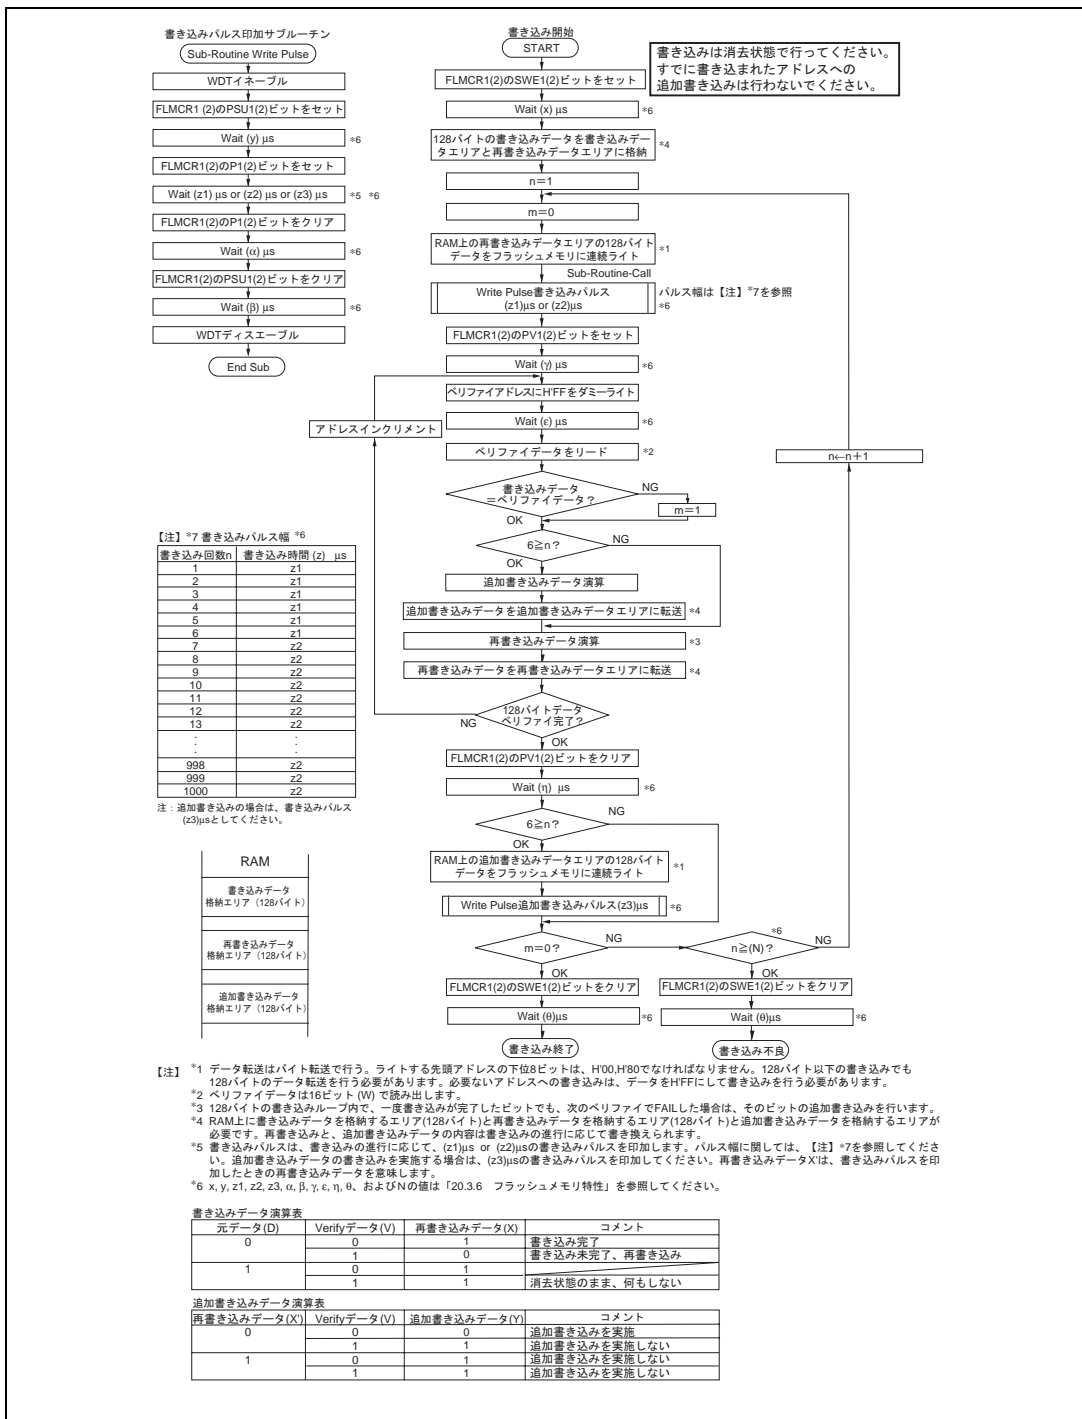

図 17.45 プログラム/プログラムペリファイフロー
フラッシュメモリへのデータ / プログラムの書き込みを行う場合は、図 17.45 に示すプログラム / プログラムベリファイフローチャートに従って行ってください。このフローチャートに沿って書き込み動作を行えば、デバイスへの電圧ストレスやプログラムデータの信頼性を損なうことなく、フラッシュメモリへデータ / プログラムの書き込みを行うことができます。また、1 回の書き込みは、128 バイト単位で行ってください。
一定の書き込み時間経過後、書き込みモードを解除 (FLMCRn の Pn ビットを 0 にクリア後、(α) μs 以上の時間が経過してから PSUn ビットを 0 にクリア) します。ウォッチドッグタイマを (β) μs 以上の時間が経過してから解除し、FLMCRn の PVn ビットをセットすることで、動作モードはプログラムベリファイモードへ遷移します。プログラムベリファイモードでは、読み出す前に、読み出すアドレスにデータ H'FF をダミーライトしてください。ダミーライトは (γ) μs 以上の時間が経過してから行ってください。この状態でフラッシュメモリを読み出す (ベリファイデータは 16 ビットで読み出す) とラッチしたアドレスのデータが読み出されます。このリード動作は、ダミーライト後、(ε) μs 以上置いてから行ってください。次に書き込みデータとベリファイデータを比較し、再書き込みデータを演算 (図 17.45 参照) し、再書き込みデータを再書き込みデータエリアに転送します。128 バイト分のデータのベリファイが完了後、プログラムベリファイモードを解除し、(η) μs 以上の待機時間を置いて、FLMCRn の SWEn ビットを 0 にクリアし、(θ) μs 以上待機時間を置いてください。再度書き込みが必要な場合は、再度プログラムモードに設定し、同様にプログラム / プログラムベリファイシーケンスを繰り返してください。ただし、同一ビットに対するプログラム / プログラムベリファイシーケンスの繰り返しは、(N) 回を超えないようにしてください。